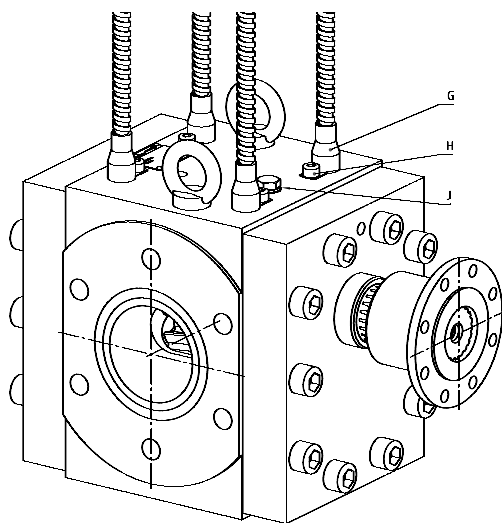

Рисунок 5.6 Нагревательные патроны
**а) Электрический нагрев (Рисунок 5.6)**